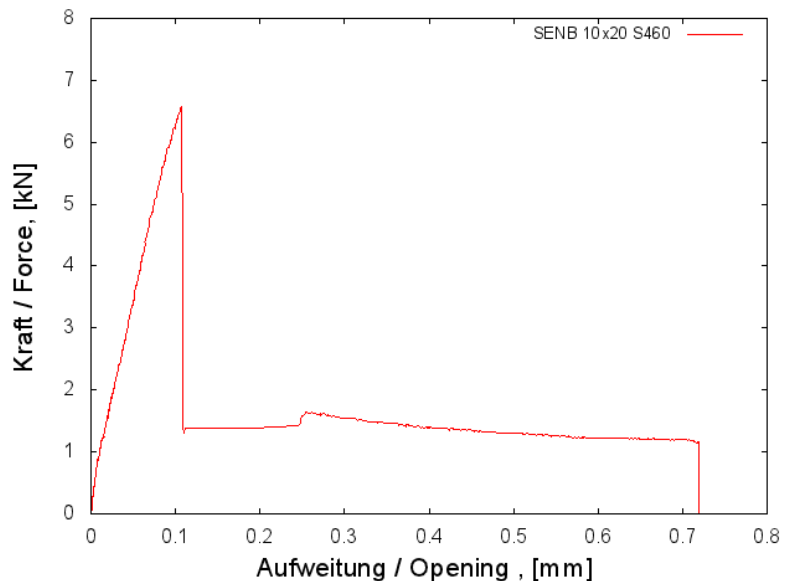

Bild 2: Experimentelle Ergebnisse Kraft-Risspitzenaufweitung Schieb
- An welchem Punkt aus dem Diagramm in Bild 2 wird die Bruchkraft abgelesen? (2 Punkte)